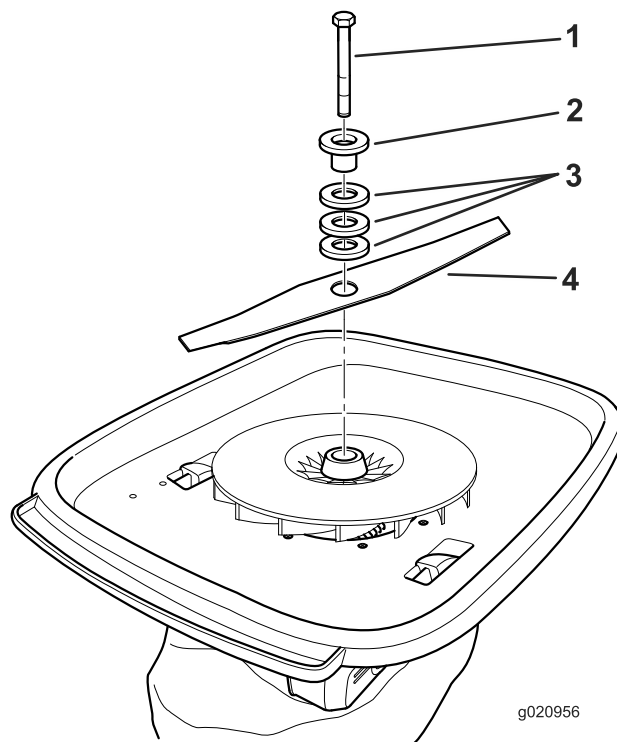

Figure 2
3. Montez la lame avec le boulon fourni et les entretoises que vous avez conservées, comme montré à la Figure 2. Reportez-vous au *Manuel de l'utilisateur* pour la procédure de réglage de la hauteur.